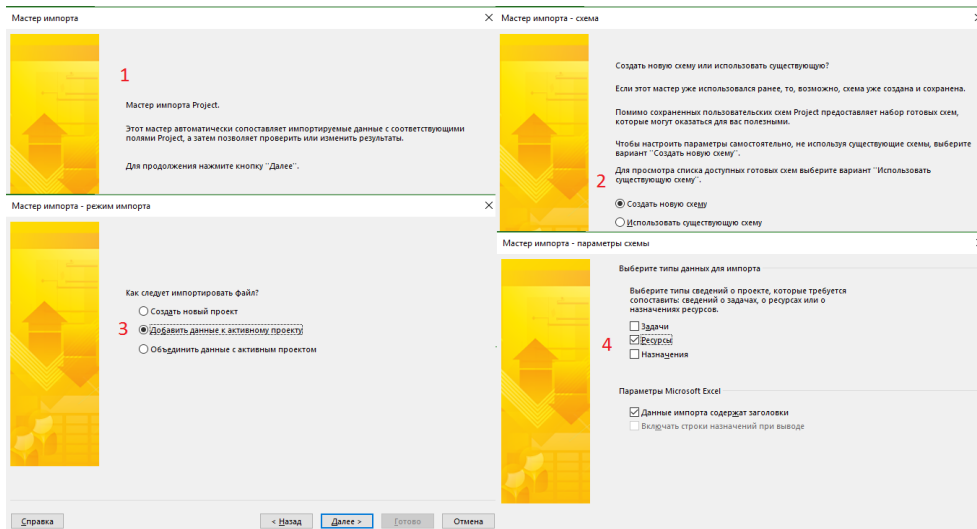

Рисунок 5.17 – Шаги мастера импорта
- 2.3. В окнах «Мастера импорта» (см. ниже рисунок 5.17):